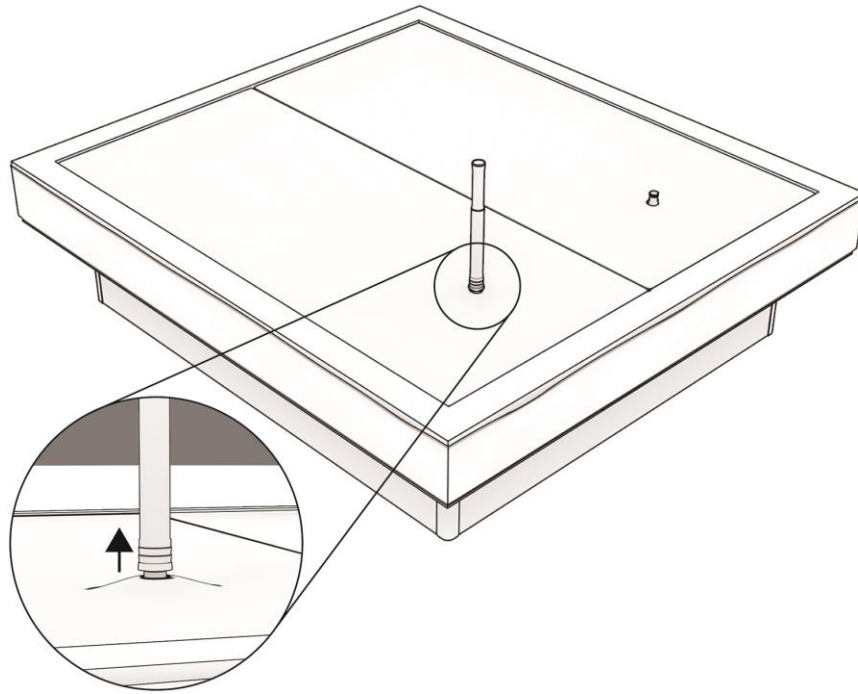

Abbildung 20: Die letzte Luft mit der Entlüftungspumpe aus der Matratze pumpen.
**Schritt 23.** Um die letzte Luft aus der Wassermatratze zu entfernen, schließen Sie die Entlüftungspumpe an die Einfüllöffnung an. Ziehen Sie die Verschlusskappe und die Pumpe etwas hoch, wie in Abbildung 20 dargestellt, und pumpen Sie die Luft aus der Matratze. Während des Pumpens sollte eine zweite Person die Wassermatratze weiter in Richtung Pumpe reiben, um die Luft zur Einfüllöffnung zu leiten.